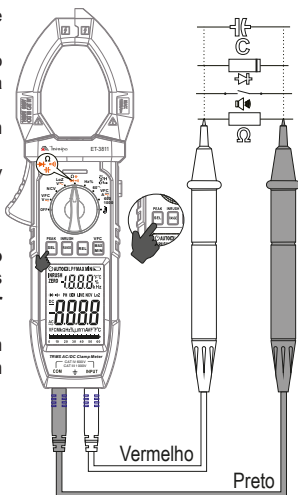

Figura 7
3. Encoste as pontas de prova **em paralelo** ao circuito a ser medido, conforme a figura 7
3. Conecte a ponta de prova vermelha ao terminal positivo do diodo e a ponta de prova preta ao terminal negativo, conforme a figura 7.
3. Encoste as pontas de prova em paralelo ao circuito a ser medido, conforme a figura 7.